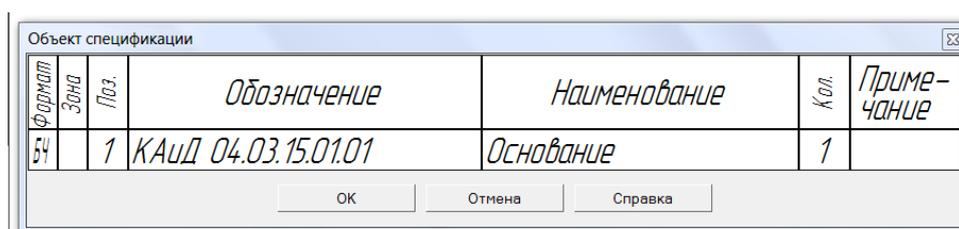

Рисунок 13. – Окно Объект спецификации
- **Обозначение** – КАИД 02.03.15.01.01, где 02 – номер семестра; 03 – номер задания; 15 – номер варианта; 01 – номер сборочного чертежа; 01 - номер детали (рисунок 13).